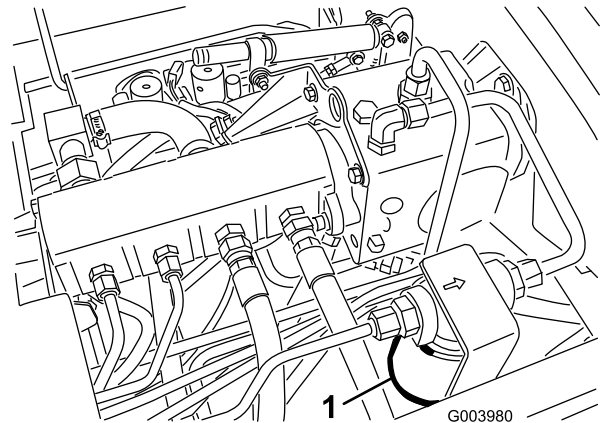
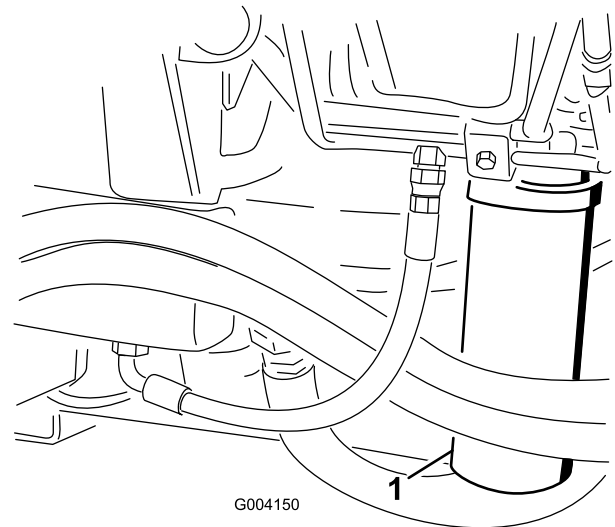

图67
图68
2. 清洁过滤器安装区域的周围并在过滤器下面放置一个放油盘 图67 和 图68。